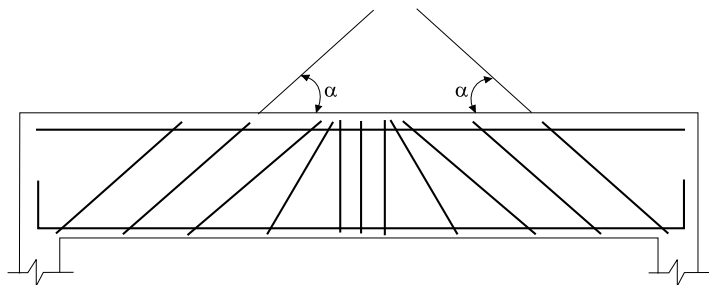
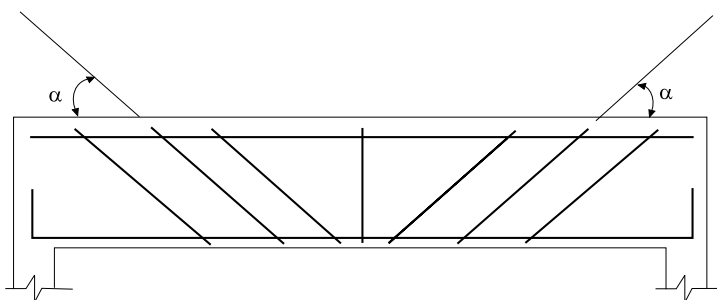

Figura 1 - Representação esquemática da disposição dos estribos da viga.
Figura 2 - Representação esquemática da disposição dos estribos da viga.
- a) A disposição correta dos estribos está representada na Figura 1 ou na Figura 2? Justifique. (valor: 5,0 pontos)